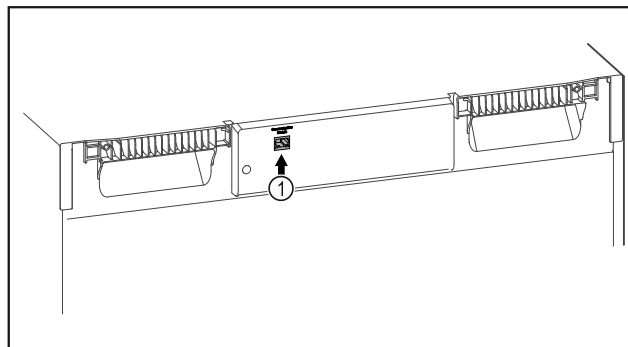

Fig. 113
- ☐ Je používán SmartModule Fig. 113 (1).